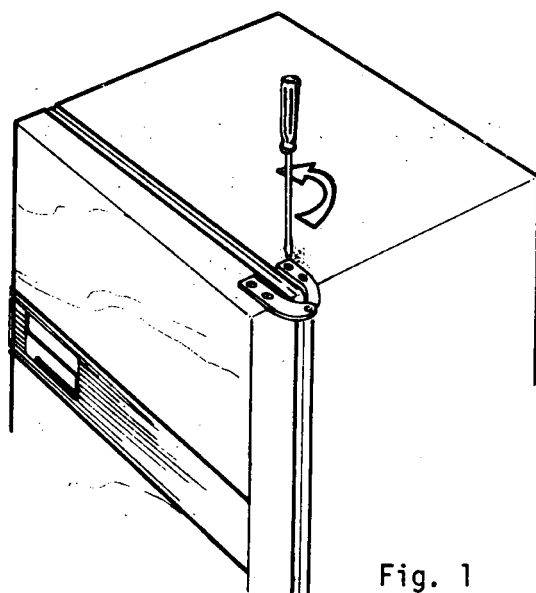

Fig. 1
- a Afrouxe os parafusos da dobradiça (fig. 1).